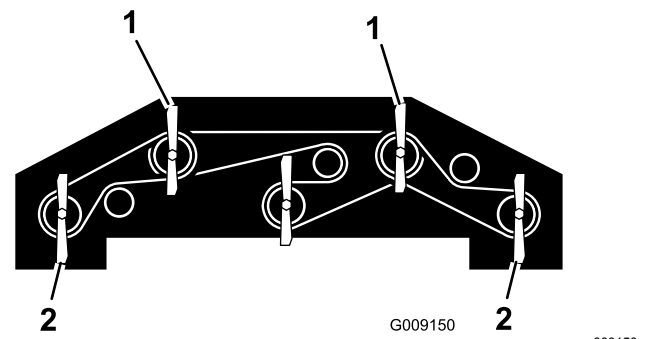

Figura 136
1. Ruotate ogni lama in modo che sia orientata direttamente in avanti (Figura 136).